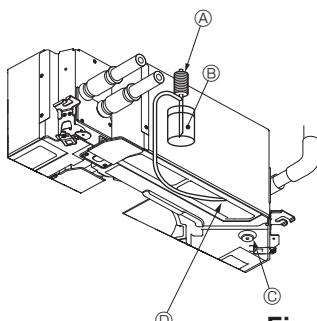

Fig. 7-6
7.4. Controle van de drainage (Fig. 7-6)